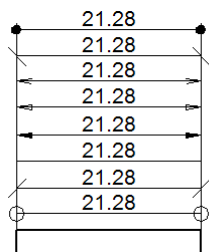
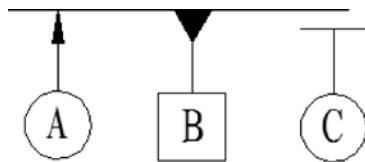

图 8.3.37 端符的显示类型
图 8.3.38 基准符号的显示类型
- **端符和符号** 选项卡：用于设置端符和符号的样式。其中端符的类型显示如图 8.3.37 所示。基准符号类型的显示如图 8.3.38 所示。